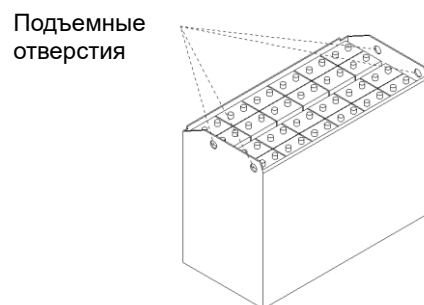

Рисунок 2-24
- (4) Места захвата для подъема аккумулятора показаны на Рис. 2-24. Вес АКБ обозначен на шильде батареи.